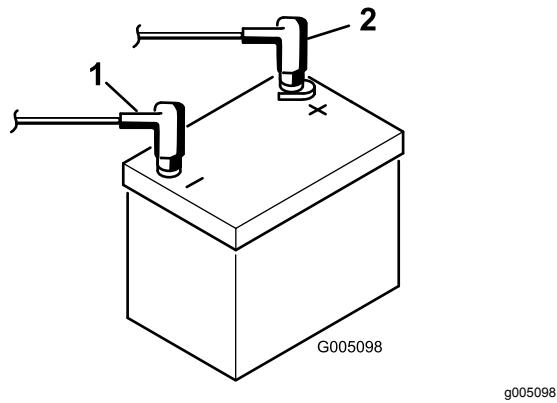

Figura 6
9. Conecte el cable positivo (rojo) al borne positivo (+) y el cable negativo (negro) al borne negativo (–) de la batería y sujetelos usando los pernos y las tuercas (Figura 6). Deslice la cubierta de goma sobre el terminal positivo para evitar posibles cortocircuitos eléctricos.